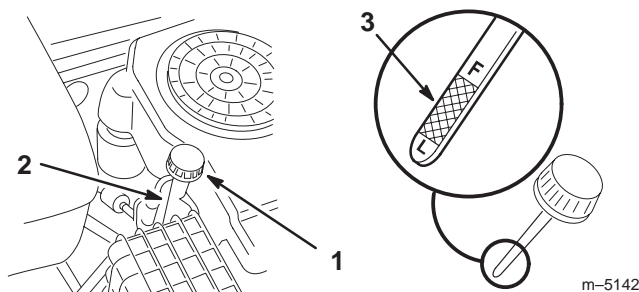

Figure 16
2. Nettoyez la surface autour de la jauge d'huile (Fig. 16) pour éviter que des impuretés ne s'introduisent dans le goulot de remplissage, ce qui risquerait d'endommager le moteur.
3. Dévissez la jauge d'huile et essuyez soigneusement l'extrémité métallique (Fig. 16).
4. Remettez la jauge complètement dans le tube de remplissage sans la visser (Fig. 16). Sortez de nouveau la jauge et examinez l'extrémité métallique. Si le niveau est bas, versez lentement une quantité d'huile suffisante dans le goulot de remplissage pour amener le niveau au repère du plein ("F"), sans le dépasser.
6. Versez lentement environ 80% de la quantité d'huile spécifiée à la page 23 dans le goulot de remplissage (Fig. 16). Vérifiez le niveau d'huile (voir Contrôle du niveau d'huile, page 23). Versez avec précaution suffisamment d'huile pour que le niveau atteigne le repère maximum ("F") sur la jauge.